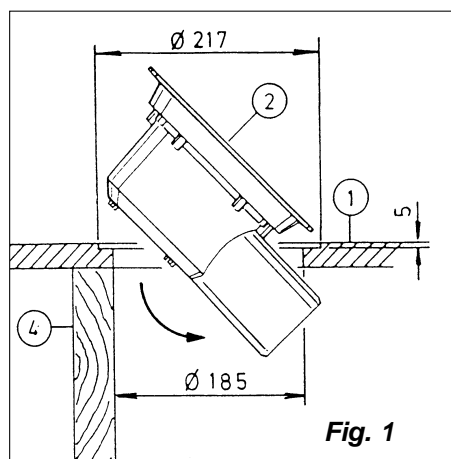

Fig. 1
Se egne mont.anv! Montering kan også foretas som nedfelling direkte. Dette gjøres enklet med Joti nedfellingsfres NRF 340 12 41, men kan også gjøres på følgende måte: Plasser sluket med flensen ned og tegn rundt, mål inn 16 mm fra ytterkant, og sag ut (Ø185 mm i gulvplaten) (1) Forsenk 5 mm mellom den avmerkede sirkelen og hullet. Bruk f.eks. en overfres. Monter sluket (2) ovenfra og fest med 4 stk. 3 mm skruer (3), slukflensen må understøttes på minst én side med gulvbjelke (4) eller losholt montert mellom to bjelker. Se fig. 1 og 2.